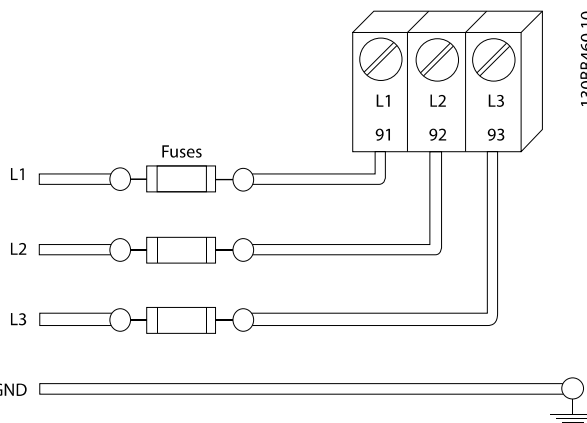

图 2.5 熔断器
- 必须为所有变频器都提供短路和过电流保护。为了提供这种保护，须采用输入熔断装置，请参阅图 2.5。作为安装的一部分，安装者须提供熔断器。请参阅 10.3 Fuse Tables 中的熔断器最大额定值。